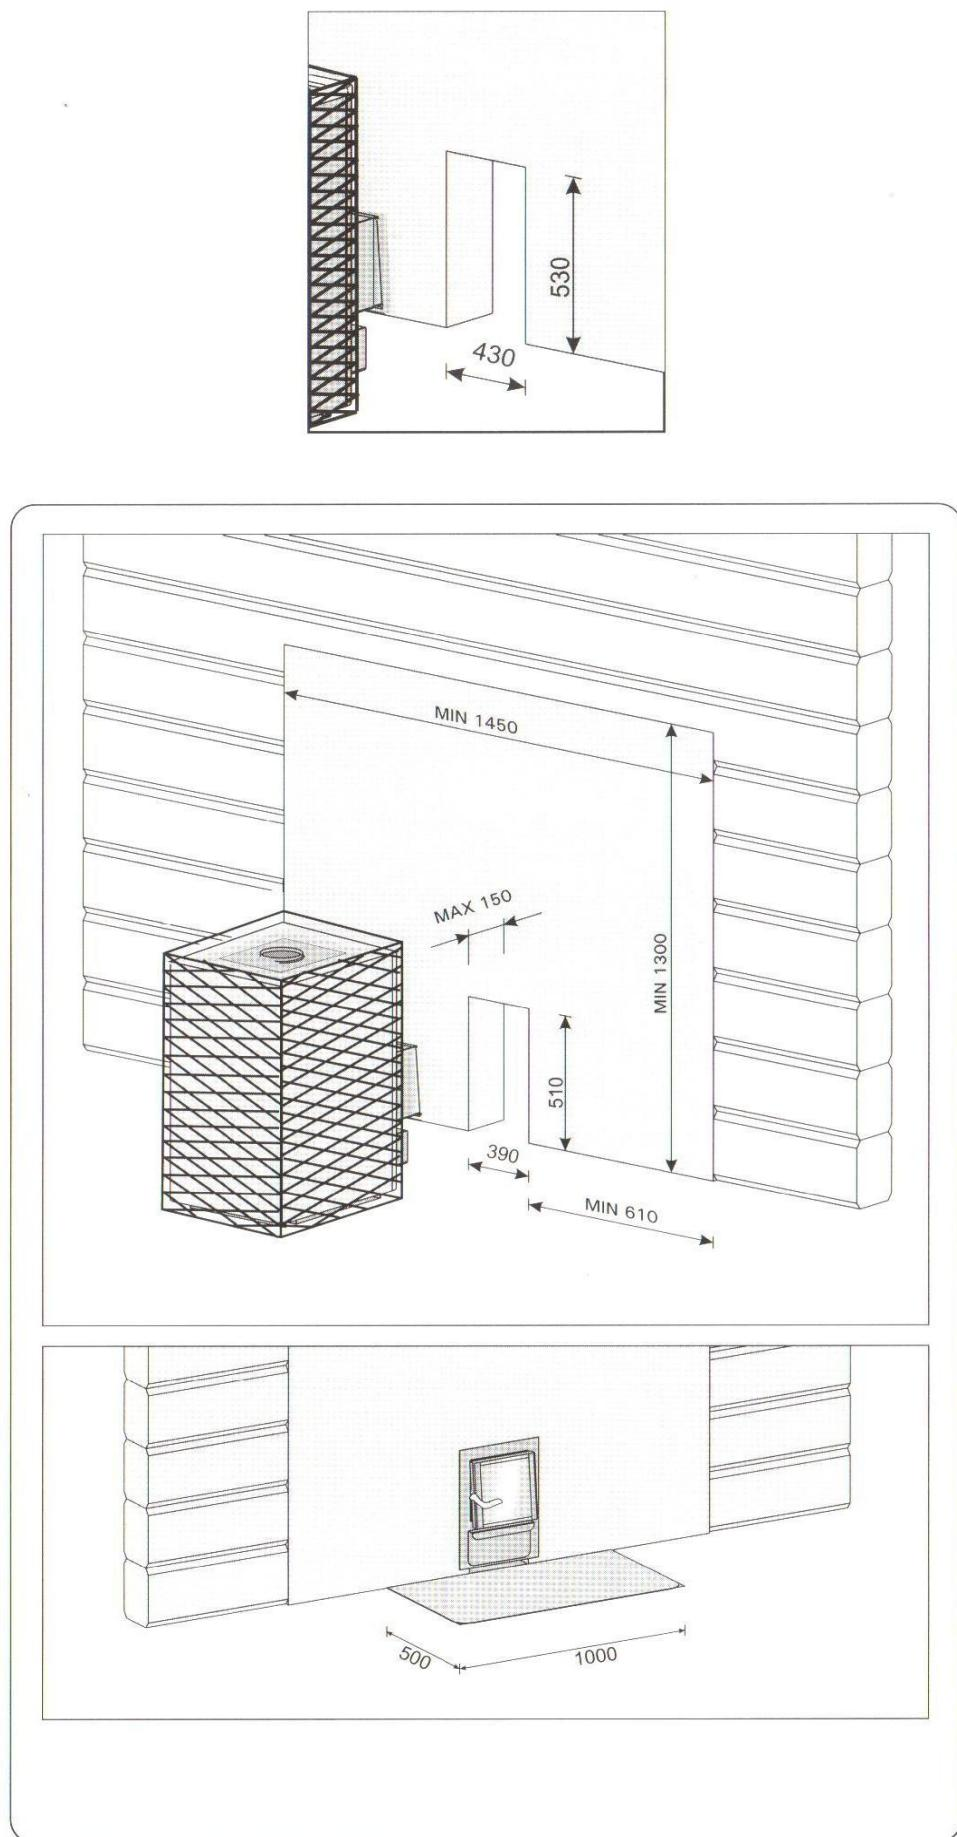

Рисунок 11
**Ширина пролета должна быть не менее 390 мм, а высота от пола – не менее 510 мм. (См. рисунок 11, стр. 11)**